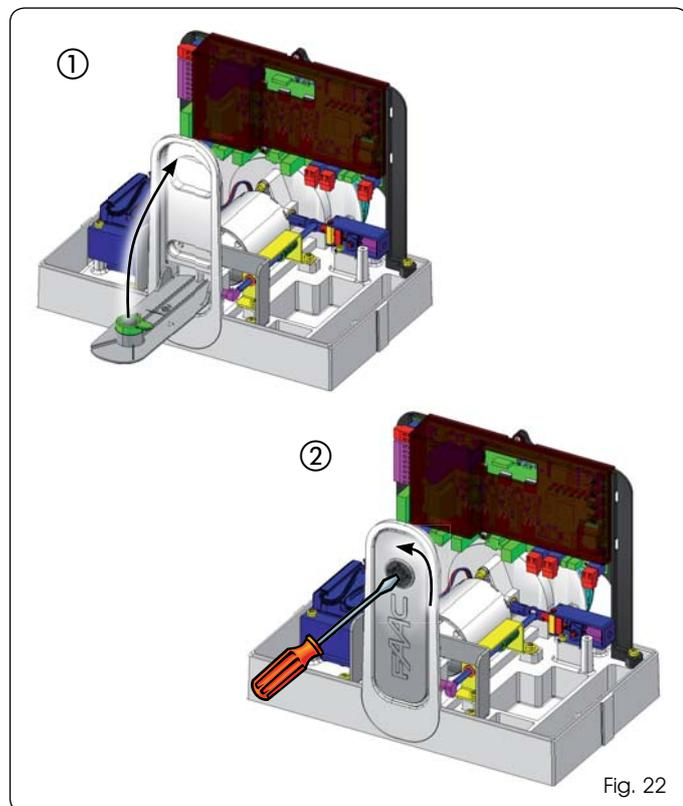

Fig. 22
1. Alzare completamente la leva di sblocco sino all'arresto meccanico, Fig. 22 rif. ①
2. Ruotare lo sblocco in senso antiorario come indicato in Fig. 22 rif. ②.